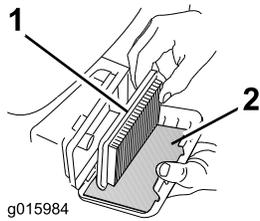

Figura 25
3. Retire el filtro de aire de papel y el pre-filtro de gomaespuma (Figura 25).